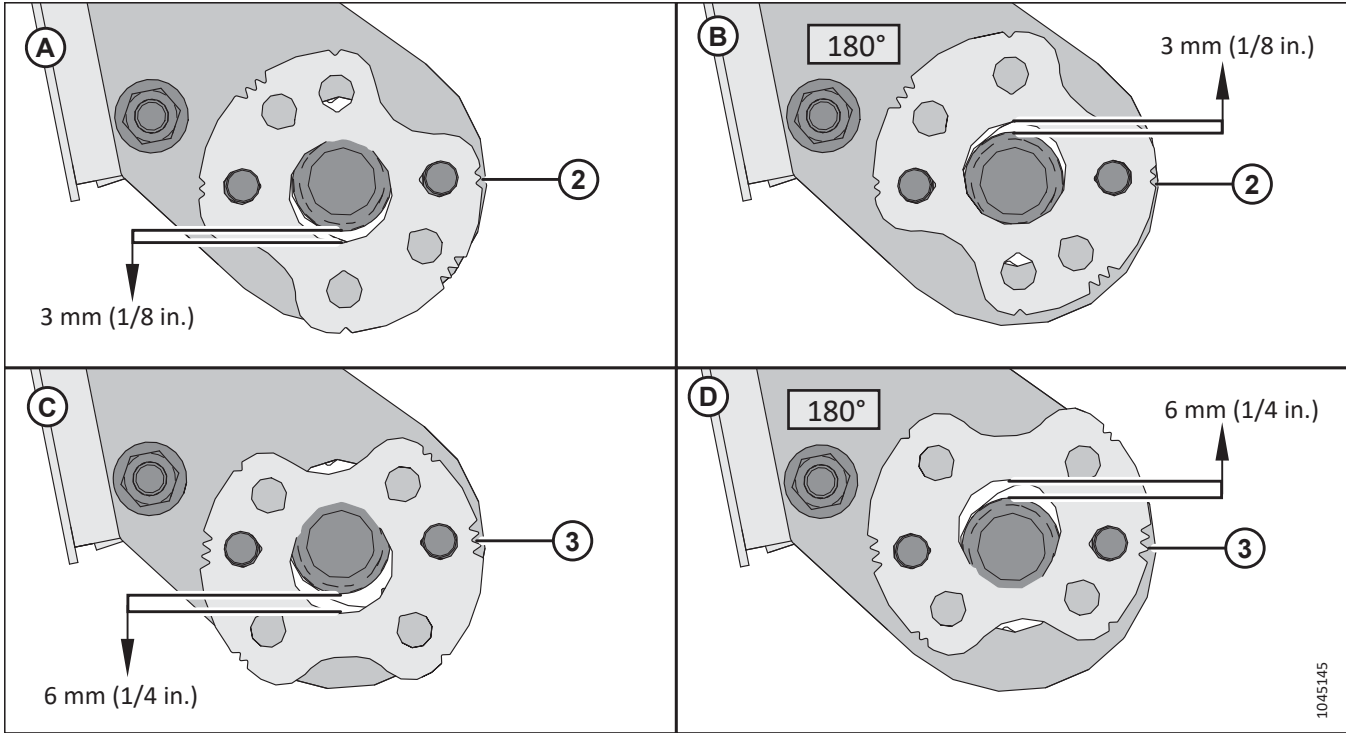

Рисунок 3.56: Положение регулировочных пластин CR11
10. **Комбайны CR11:** Если требуется регулировка, запомните положение стопорных штифтов относительно центрального отверстия регулировочных пластин, отверните гайки (С) и измените положение регулировочных пластин (А) по необходимости. См. рис. 3.56, страница 68.